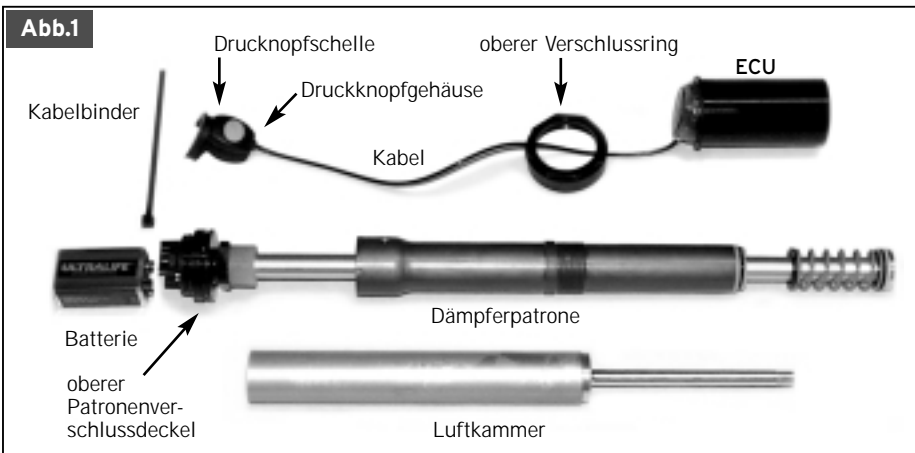
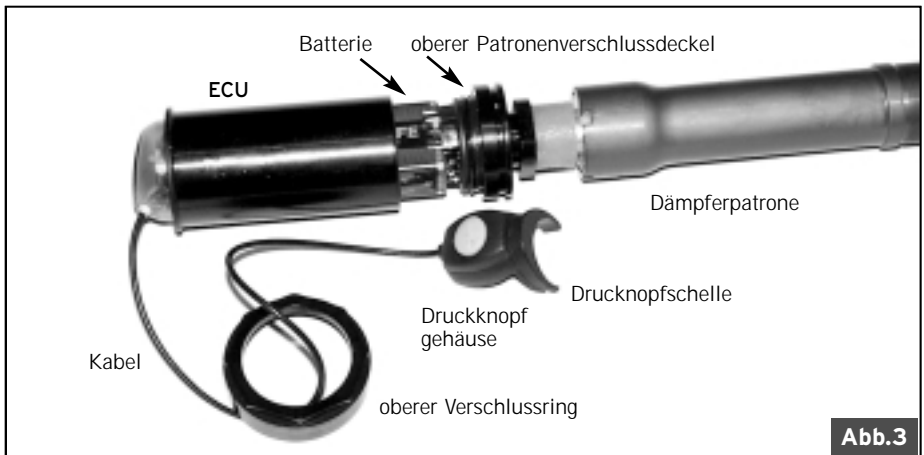

Abb.2
Abb.3
5. Auf der Unterseite der ECU ist erkennbar, dass auf der einen Seite drei und auf der anderen nur zwei Löcher sind. Siehe Abb. 2. Drücken Sie die ECU bei eingefederter Gabel in das obere Ende der Kartusche, so dass die Sockel an der ECU und die Stifte an der Kartusche zusammenpassen. Siehe Abb. 3. Das Kabel sollte direkt vorwärts oben aus der ECU ragen.
5. Auf der Unterseite der ECU ist erkennbar, dass auf der einen Seite drei und auf der anderen nur zwei Löcher sind. Siehe Abb. 2. Drücken Sie die ECU bei eingefederter Gabel in das obere Ende der Kartusche, so dass die Sockel an der ECU und die Stifte an der Kartusche zusammenpassen. Siehe Abb. 3. Das Kabel sollte direkt vorwärts oben aus der ECU ragen